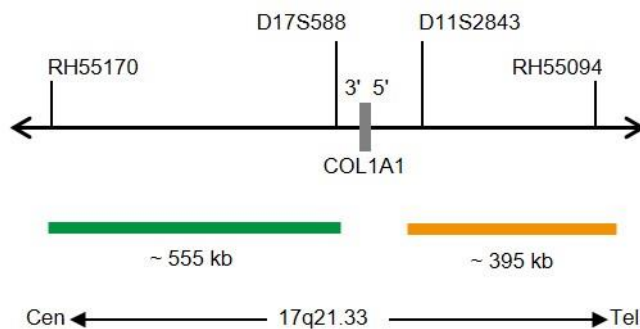

Abb. 1: SPEC COL1A1 Sondenlokalisation (nicht maßstabsgetreu)
- ZyGreen (Anregung 503 nm/Emission 528 nm) markierten Polynukleotiden (~10 ng/μl), die gegen Sequenzen in 17q21.33\* (chr17:47,669,218-48,223,465) gerichtet sind, welche proximal zur COL1A1-Bruchpunktregion lokalisiert sind (siehe Abb. 1).
- ZyOrange (Anregung 547 nm/Emission 572 nm) markierten Polynukleotiden (~4,5 ng/μl), die gegen Sequenzen in 17q21.33\* (chr17:48,347,800-48,744,021) gerichtet sind, welche distal zur COL1A1-Bruchpunktregion lokalisiert sind (siehe Abb. 1).